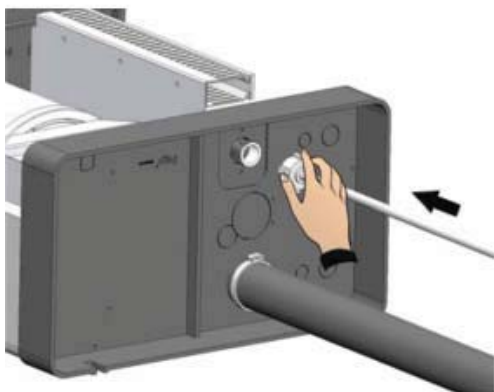

Рис. 11
7. Присоедините линию подачи воды к соединению $\frac{3}{4}$ " электроклапана, расположенного снизу увлажнителя (рис. 11 и 12).